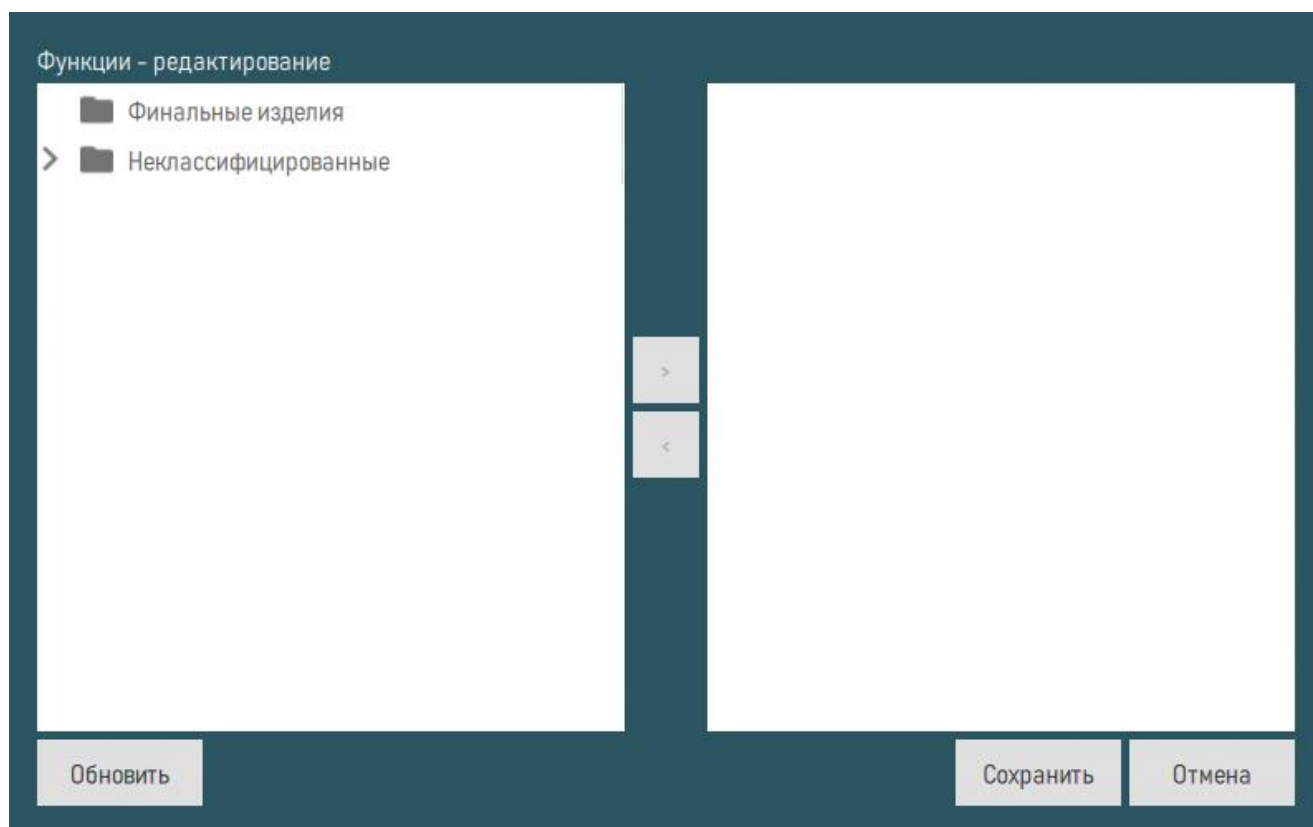

Рисунок 138 – Окно «Функции - редактирование»
12) В открывшемся окне «Функции - редактирование» отображаются функции, сформированные на предыдущих этапах описания изделия (рисунок 138).
13) Выбрать функцию в левой части окна и нажать кнопку  (рисунок 138). Выбранная функция отобразится в правой части окна «Функции - редактирование».
14) Для удаления связи функции с объектом необходимо выбрать функцию в правой части окна и нажать кнопку  (рисунок 138). Связь будет удалена.